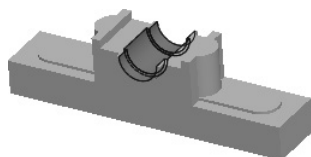
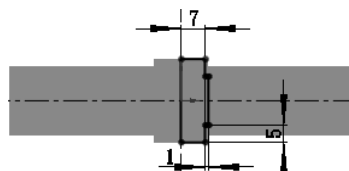

图 5.39.12 切除-旋转 1
图 5.39.13 横断面草图 (六)
Step7. 创建如图 5.39.12 所示的特征切除-旋转 1。横断面草图如图 5.39.13 所示。